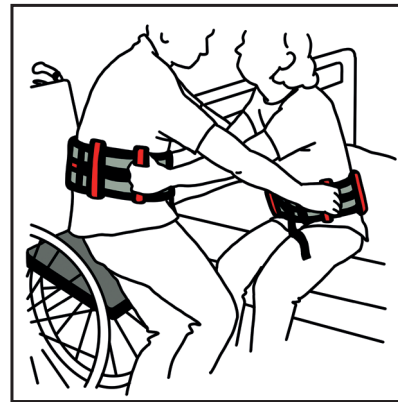

Bild 2
• Zum Aufstehen aus dem Sitzen positioniert/positionieren sich die Hilfsperson/en seitlich oder vor dem Nutzer und greifen die Schlaufen des Hüftgurtes des Nutzers. Der Nutzer sollte sich möglichst nach vorn lehnen und falls möglich aus eigener Kraft Unterstützung leisten. Anschließend kann der Helfer bzw. die zwei seitlich stehenden Helfer den Nutzer vom Sitzen in den Stand vorsichtig hochziehen (Bild 2).